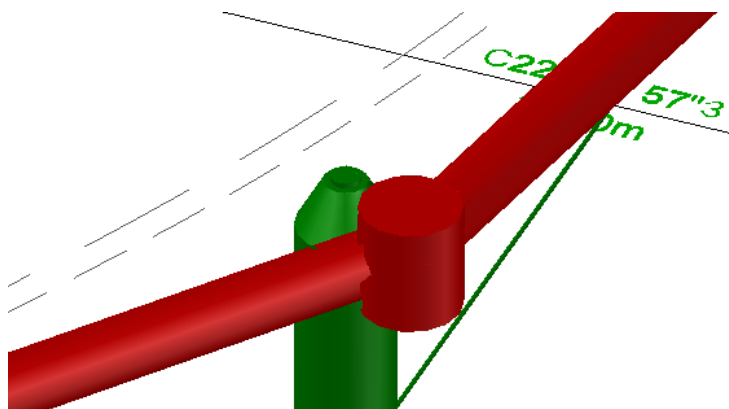

Рис. 3.4. Возможный конфликт (пересечение) двух смотровых колодцев
2. Откройте чертеж *Applying Structure and Fitting Styles.dwg*, который находится в папке с исходными материалами лабораторной работы. В левом окне чертеж увеличен в области двух смотровых колодцев, расположенных в непосредственной близости друг от друга, но конфликта не наблюдается. В нижнем правом окне изображение выглядит так, как будто конфликт возможен, но текущий угол зрения не дает полной уверенности в этом (рис. 3.4).